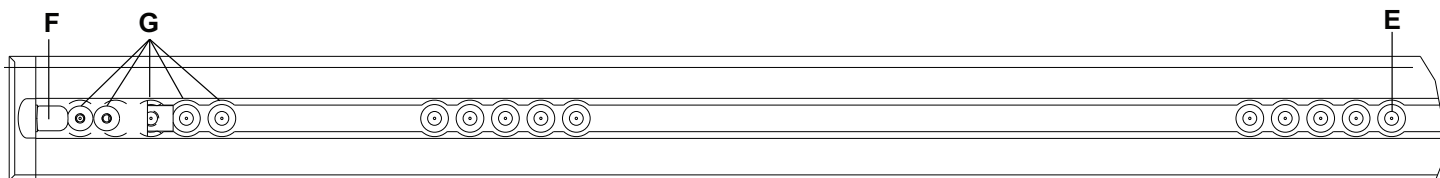

Figure 10 – Emplacement repère de la plaque de plancher – côté pieds
Remarque - Si une plaque de plancher a été préalablement installée sans le câble d'ancrage au véhicule, mesurer 3 po (7,6 cm) ou 7 po (17,8 cm) en direction du côté tête à partir de la position repère E (Figure 10). Marquer l'emplacement au milieu du canal. Ce sera l'emplacement de l'entrée électrique. Pour les instructions concernant le raccordement à l'alimentation électrique, se reporter à Installation de la plaque de plancher (6390-109-020).
Remarque - Le crochet de sécurité (F) et les emplacements des trous de montage supplémentaires (G) sont indiqués uniquement à titre de référence (Figure 10). Ils ne sont pas utilisés pour l'installation du **Performance-LOAD**.